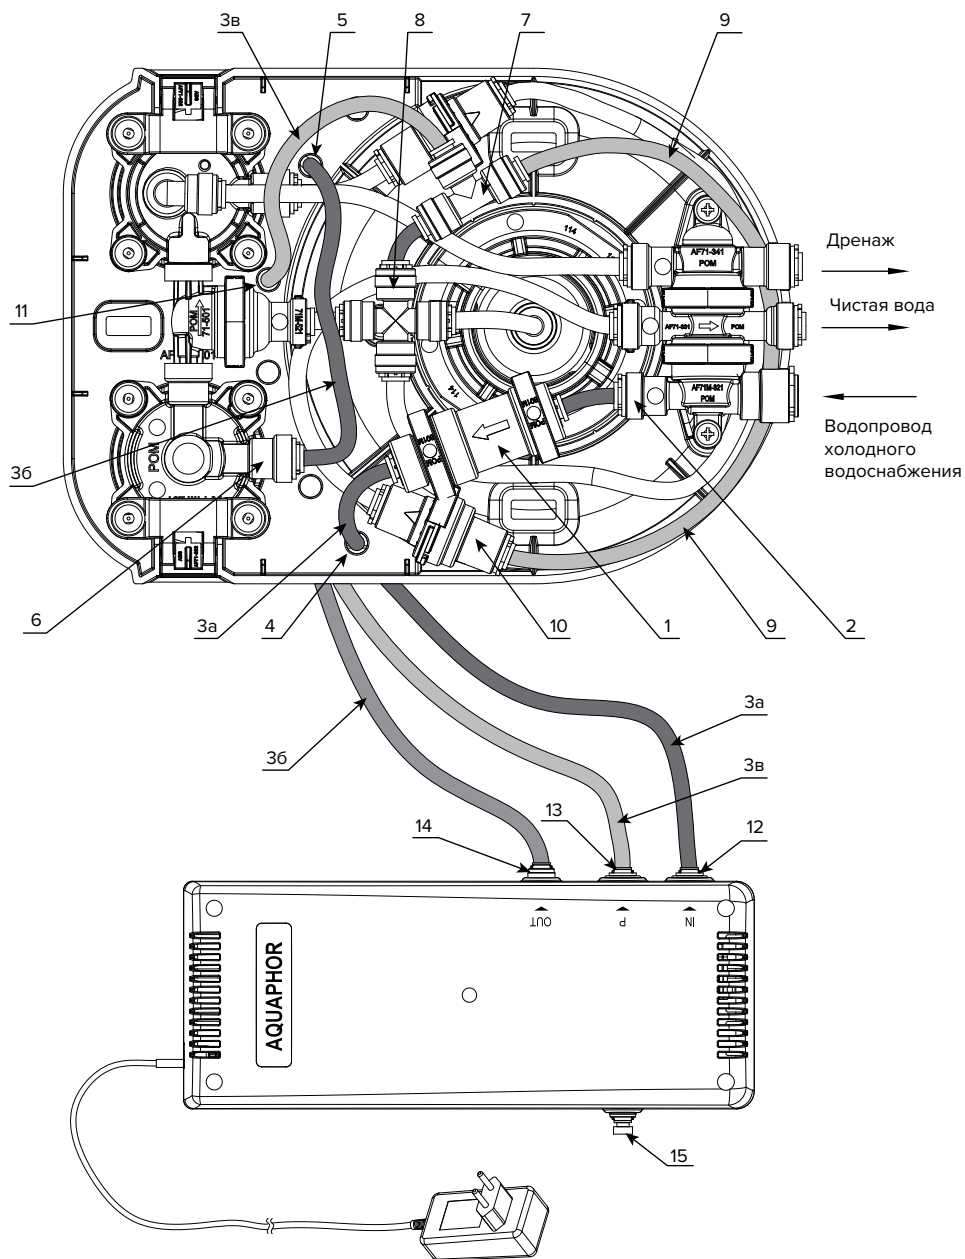

Рисунок 6. Схема подключения КУД
ПОДКЛЮЧЕНИЕ КПД К АВТОМАТУ ПИТЬЕВОЙ ВОДЫ АКВАФОР DWM-70S И DWM-70 (рис. 6)
- Установите в выходной штуцер реле высокого давления заглушку (15) (входит в комплект поставки КПД).
- Отсоедините трубку, входящую в комплект DWM, от штуцеров (2) и (6).
- Отсоедините трубку (9) от штуцера (8) крестовины.
- Подключите собранный редуктор с трубкой (1), входящий в комплектацию КПД, к штуцеру (2). Убедитесь, что направление стрелки на корпусе редуктора соответствует показанному на рис. 6. После чего трубку JG (in) (3а) проденьте в технологическое отверстие (4) в консоли, затем подсоедините к свободному выходу редуктора (1) другой конец трубки подсоедините к штуцеру (12) КПД.
- Трубку JG (out) (3б) проденьте в технологическое отверстие (5) в консоли, затем подсоедините к штуцеру (6) другой конец подсоедините к штуцеру (14) КПД.
- Подключите собранный тройник с трубкой (7), входящий в комплектацию КПД, к штуцеру крестовины (8). После чего трубку JG (9), входящую в схему DWM и выходящую из обратного клапана (10), подключите к тройнику (7).
- Один конец трубки JG (3в) (входит в комплектацию КПД), предварительно продев его в технологическое отверстие (11) в консоли, подключите к свободному выходу тройника (7). Второй конец трубки подключите к штуцеру (13).
- Закройте крышку DWM. Проверьте, установку заглушки (15) в одиночный штуцер КПД (рис. 6). Заглушка должна быть вставлена в штуцер до упора и зафиксирована клипсой (рис. 2а).